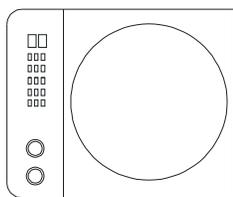

图 6-1-44
**STEP 05** 绘制次卫中摆放的洗衣机,如图 6-1-44 所示,其具体操作步骤如下:
// 按 F3 键打开捕捉功能, 单击如图 6-1-44 所示的右边线的中点